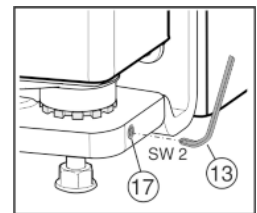

Fig. 17
- Dévisser un peu la vis sans tête Fig. 17 (17) (maximum un tour !).
- Resserrer la tige filetée Fig. 17 (17) pour fixer le pivot.